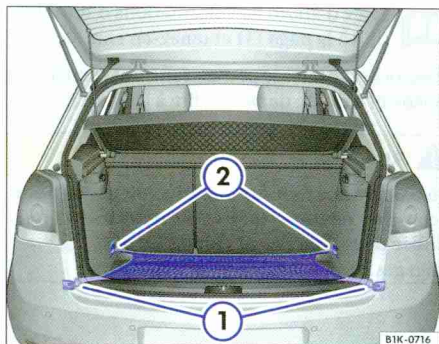

Fig. 91 Dans le coffre à bagages : filet à bagages accroché à plat.
- Accrochez les Crochets du filet du coffre à bagages dans les œillets d'arrimage ⇒ fig. 91 ②. Pendant cette opération, la fermeture éclair du filet à bagages doit être tournée vers le haut.